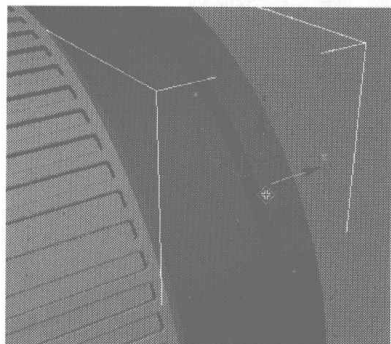
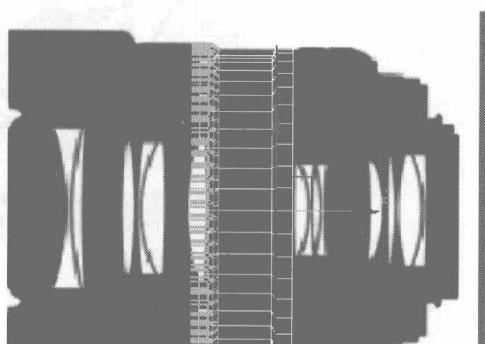

图 6.417
图 6.418
- 42** 切换为边线编辑，选择如图 6.417 所示的边线，在 Selection 卷展栏中单击 **Loop** 按钮，选择循环边线，在 Front 视图中在按住 Shift 键的同时沿 X 轴拉伸选择的边线，如图 6.418 所示。